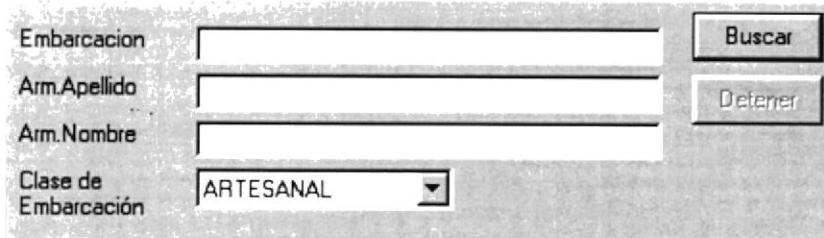

Figura 13.3 Pantalla Criterios por Clase de Embarcación
1. Escoja la clase a consultar haciendo click en la flecha ▾ (ver figura 13.3)